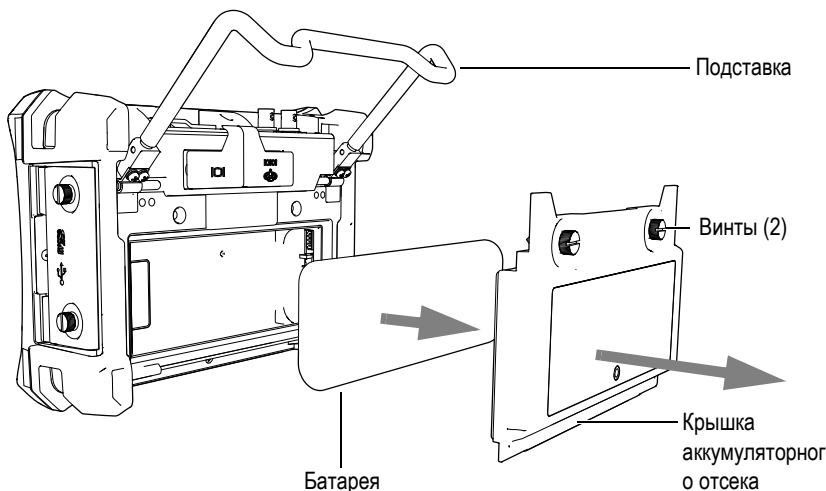

Рис. 1-7 Как снять ионно-литиевую батарею
2. На задней стороне прибора освободить два винта, удерживающие на месте крышку аккумуляторного отсека (см. Рис. 1-7 на странице 21).
3. Снять крышку аккумуляторного отсека (см. Рис. 1-7 на странице 21).
6. Установите крышку аккумуляторного отсека сзади прибора а затем затяните два винта, чтобы завершить установку (см. Рис. 1-7 на странице 21).